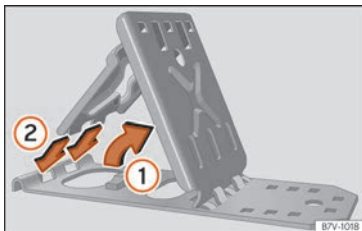

Abb. 103 Klappkeile ausklappen.
- Stützplatte anheben »» **Abb. 103** ①.
- Beide „Nasen“ der Fixierungsplatte ganz in die Langlöcher der Stützplatte stecken ②.